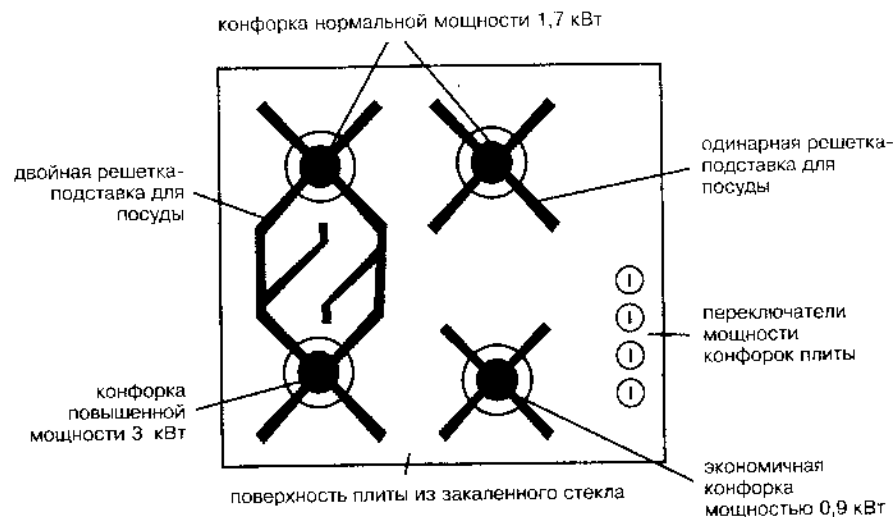

Рис. 1
- 1) Не допускайте попадания холодной жидкости на стекло, конфорки или решетку-подставку для посуды, когда плита включена или недавно была включена и все еще остается горячей (рис. 1).